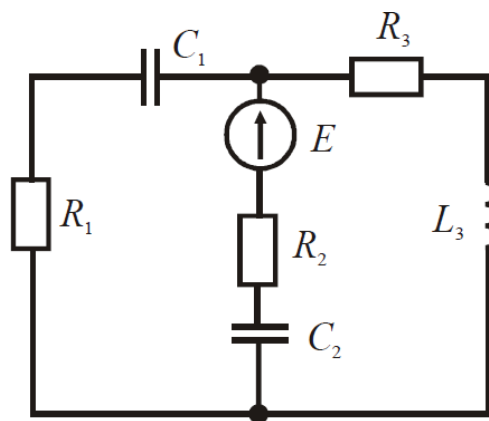

Рис. 3
**Задача 4.** Для электрической схемы, рис. 3, выполнить следующие задания: